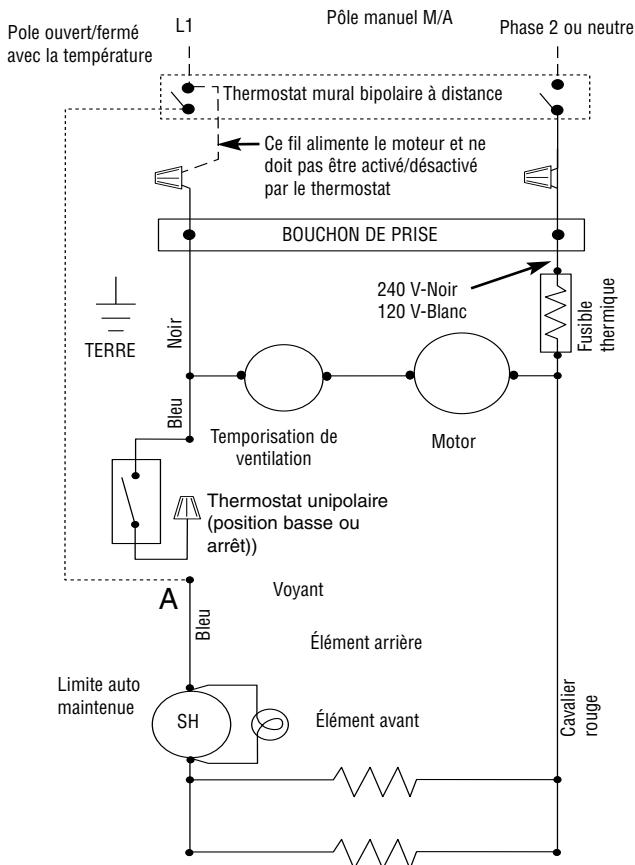

Figure 3 – Câblage pour thermostat à distance
- Débranchez le fil bleu du fil de thermostat intégré au point A sur le schéma de câblage, en Figure 3. Mettez un capuchon d'isolement sur le bout de ce fil. Branchez alors le fil bleu au fil d'alimentation du site sur le côté tension du thermostat (Voyez la Figure 3). Terminez les raccordements sur site selon la Figure 3.